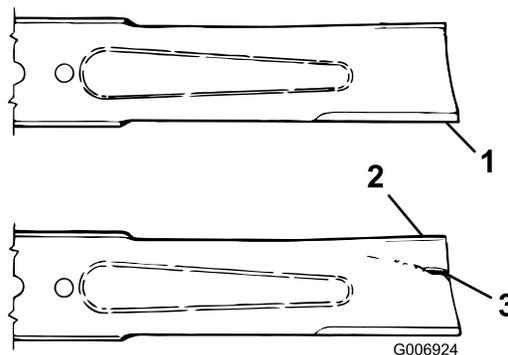

Figure 31
1. Examinez le tranchant des lames (Figure 31). Si elles ne sont pas tranchantes ou si elles présentent des indentations, déposez et affûtez la lame (voir Aiguisage de la lame).
2. Inspectez la lame, surtout la partie incurvée (Figure 31). Remplacez immédiatement toute lame endommagée, usée ou qui présente une entaille.